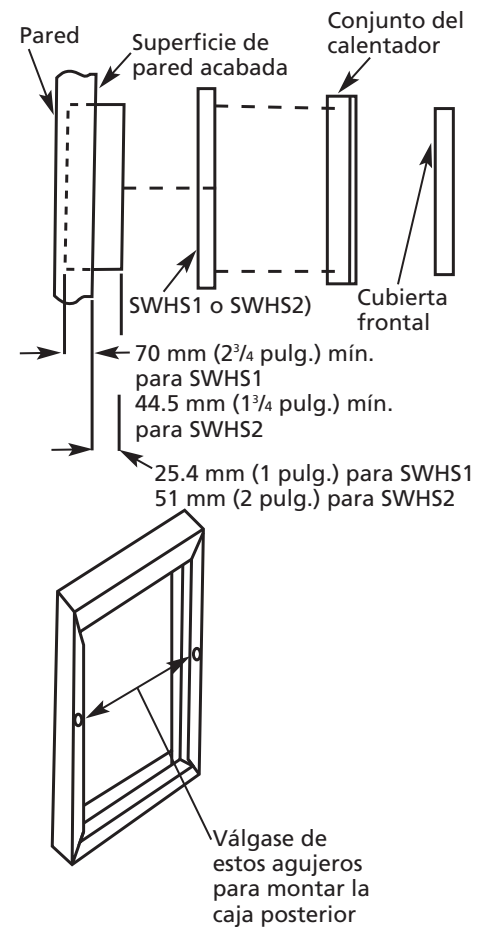

Figura 4
AVISO: Si se usa el modelo 2HAD3, el borde frontal de la caja posterior debe sobrepasar en 25.4 mm (1 pulg.) la superficie de la pared acabada. Si se usa el modelo 2HAD4, el borde frontal de la caja posterior debe sobrepasar en 51 mm (2 pulg.) la superficie de la pared acabada (consulte la Figura 4).
1. Coloque el manguito semiempotrado en la caja posterior y fije con dos (2) tornillos de 3.5 mm x 9.5 mm (No. 6 x 3/8 pulg.) (se suministran) a través de los agujeros, como indica la Figura 4.